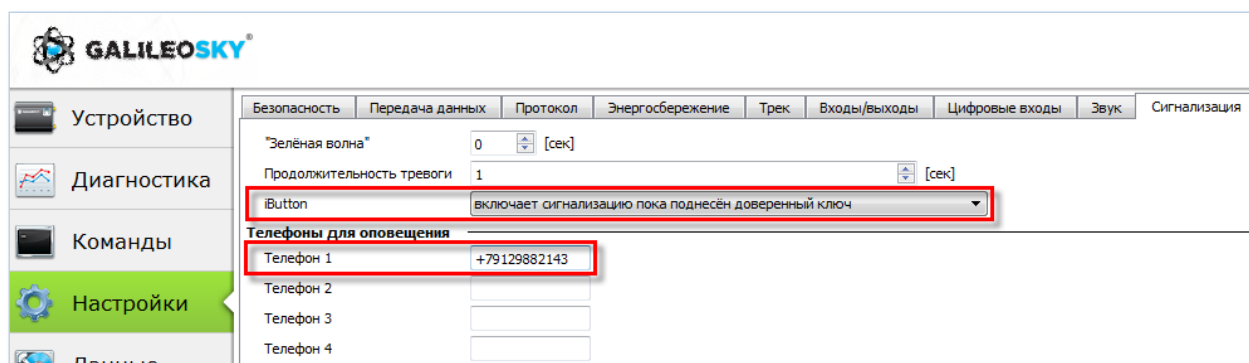

Рисунок 23. Настройка вкладки «Сигнализация» на работу с ИК iButton
2. определите событие, возникающее при прикладывании ИК с доверенным идентификатором. Для этого перейдите на вкладку «Настройки» → «Сигнализация», в поле iButton выберите нужное значение, например «включает и выключает сигнализацию при поднесении доверенного ключа» (Рис. 23);